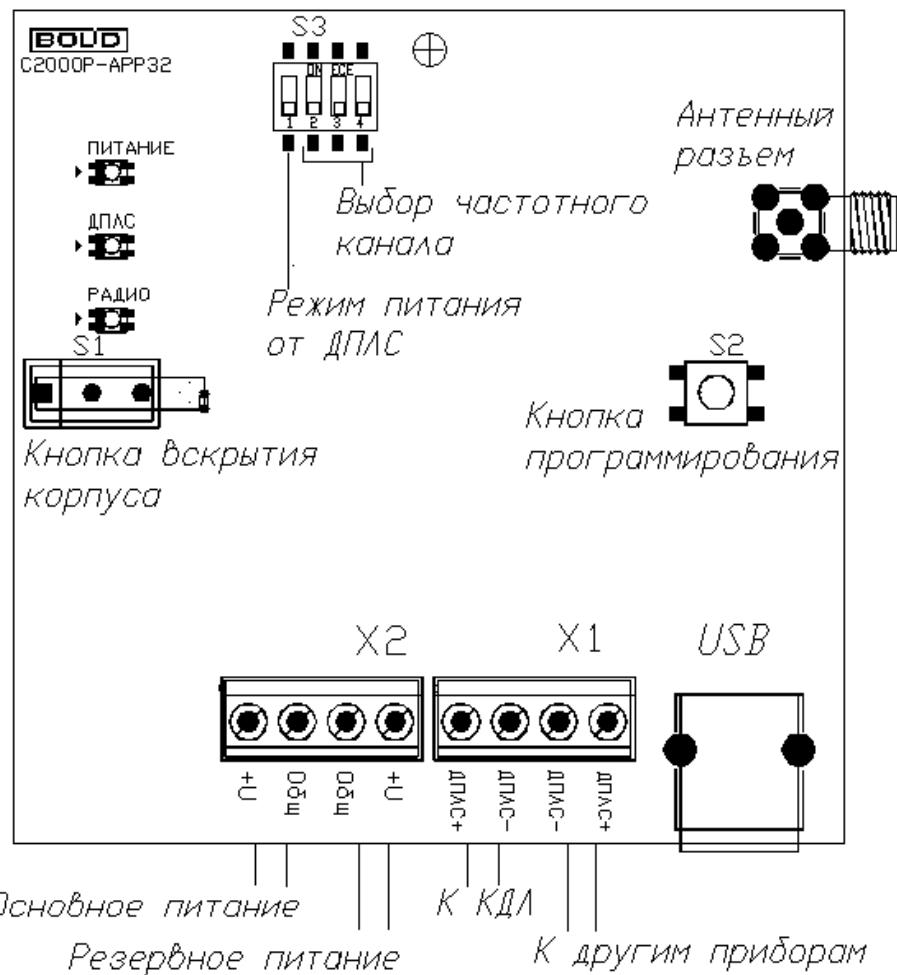

Рисунок 4-1 «C2000P-APP32»
Существует два режима питания APP32, выбор режима осуществляется при помощи переключателя S3.1 (см. Рисунок 4.1).
В режиме питания от внешних источников, подключаемых к клеммам X2 (см. Рисунок 4.1), при штатной работе системы отсутствует потребление из сети ДПЛС. В данном режиме APP32 контролирует напряжение внешних источников питания, которое должно находиться в диапазоне от 9 до 28 В.
APP32 имеет три двухцветных светодиодных индикатора (см. Рисунок 4.1):
2. Подключите антенну, входящую в состав прибора, к антенному РЧ разъему на плате (см.Рисунок 4.1);
Выбор РЧ канала осуществляется вручную посредством переключателей S3.2—S3.4 (см. Рисунок 4.1), либо в автоматическом режиме. После выбора канала APP32 и все подключённые к нему РУ переходят на выбранный канал в течение трёх периодов опроса.
Процедура запускается посредством комбинации нажатий кнопки программирования **S2** (см. Рисунок 4.1) **«двойное короткое – длинное»**. Процедура анализа занимает 4 минуты, при этом подаётся световая индикация: светодиоды «Питание» и «ДПЛС» выключены, «Радио» поочерёдно мигает зелёным и жёлтым с частотой 4 раза в секунду.
- Установите переключатели S3.2, S3.3 и S3.4 (см. Рисунок 4.1) в положение «On».